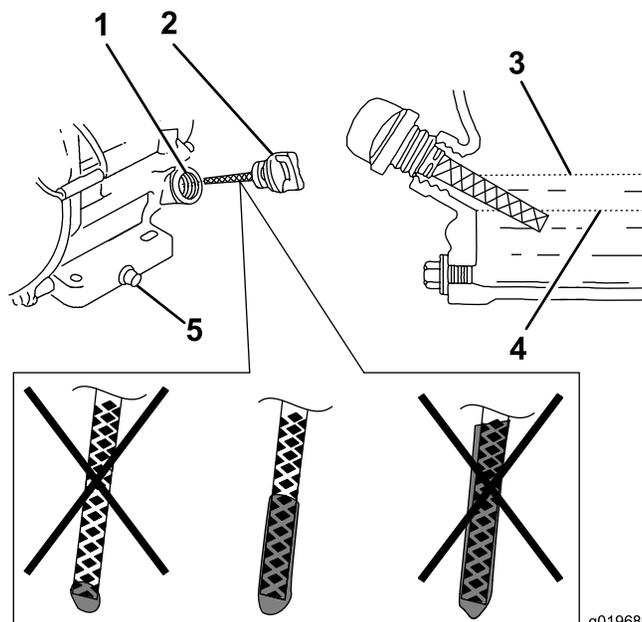

Figura 26
6. Rimuovete l'asta e controllate il livello dell'olio del motore (Figura 26).